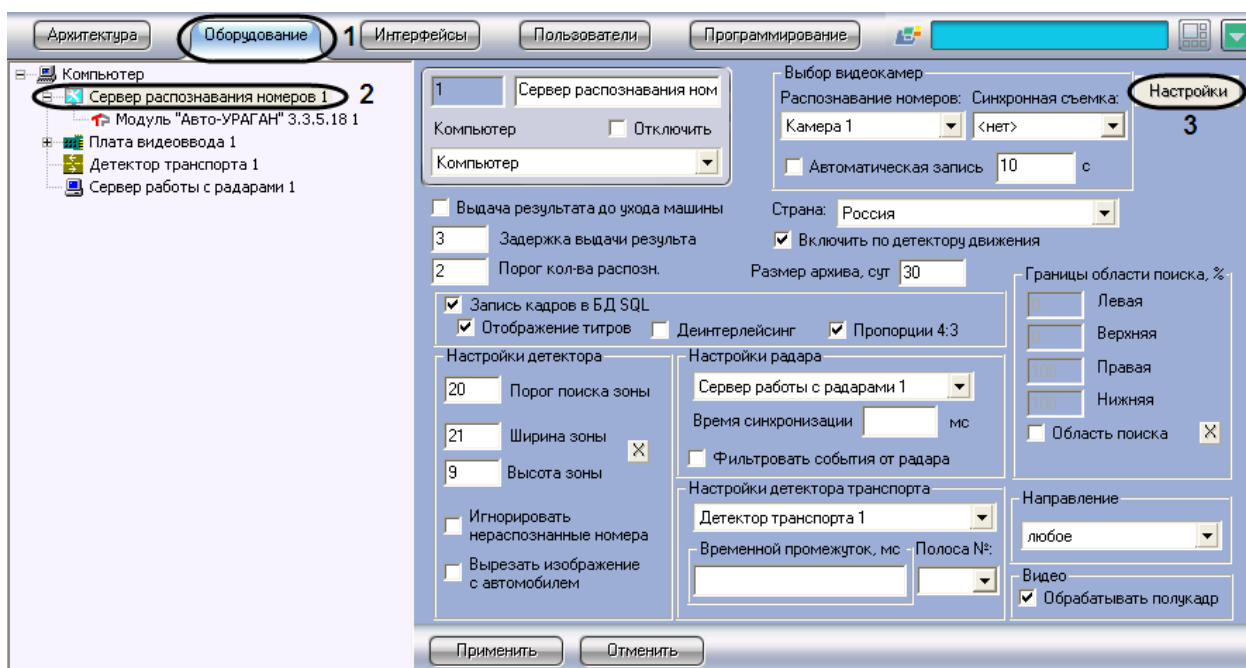

Рис. 7.2—9. Доступ к параметрам цифровой подписи
2. В дереве объектов на вкладке «Оборудование» выбрать объект «Сервер распознавания номеров», соответствующий активированному программному модулю «Авто-УРАГАН 3.5.0.29» (см. раздел «Активация программного модуля, используемого для распознавания номеров», Рис. 7.2—9, 2). В правой части вкладки «Оборудование» отобразится панель настройки выбранного объекта.
3. Нажать кнопку «Настройка» (см. Рис. 7.2—9, 3).